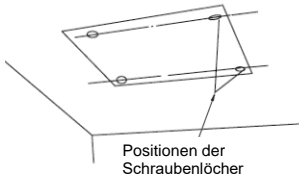

Abb. 5
- (1) Bohren Sie mithilfe der Installationsschablone vier Bohrungen für die Schrauben. (Abb. 5)